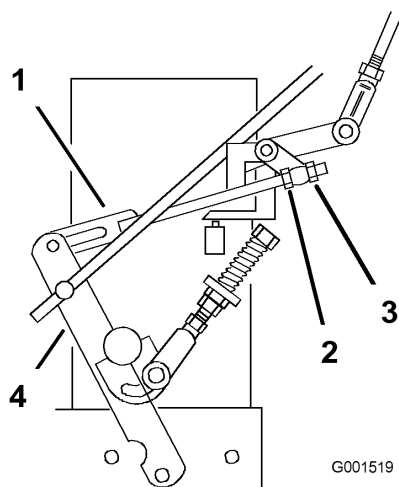

Figura 38
8. Afloje la tuerca de ajuste delantera del acoplamiento izquierdo del control hidráulico, según se muestra en Figura 38.
9. Gire la tuerca de ajuste izquierda trasera en el sentido contrario a las agujas del reloj hasta que la rueda gire hacia adelante (Figura 38).
la palanca de control de la velocidad hacia adelante y hacia atrás a punto muerto. Repita esto hasta que la rueda izquierda deje de girar hacia adelante (Figura 38).